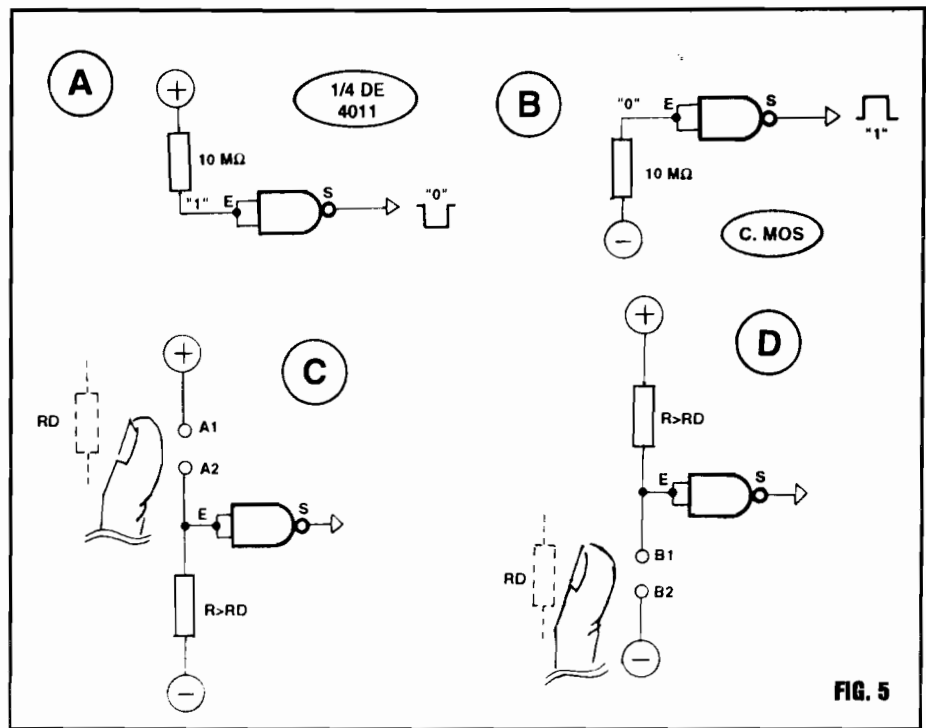

FIG. 5
- FIG. 5 - MAIS DADOS PRÁTICOS SOBRE OS VERSÁTEIS C.MOS - Um ponto que nunca deve ser esquecido (por isso mesmo repetimos tanto tal conceito...) é o que refere à super-elevada impedância de Entrada dos C.MOS, com o que a necessidade de Corrente para que elas "interpretem" corretamente os níveis ou "estados" digitais a elas aplicados, torna-se extremamente baixa... Como exemplo prático, observem o diagrama A da figura, onde juntamos as duas Entradas de um gate NAND (1/4 de 4011...) de modo a formar um bloco simples inversor (reveja a "Aula" passada, se já tiverem "esquecido"...). A Entrada E "verá" um nível "1" ou "alto", mesmo estando ligada ao positivo da alimentação através de um resistor de valor bastante elevado (no caso, 10M...). Mesmo a diminuta Corrente que "consegue atravessar" o resistor de 10M, no exemplo, é suficiente para determinar o desejado nível "alto" na referida Entrada, obtendo-se assim (pela ação inversora do bloco...) um nível "baixo" (ou "0"... ) na respectiva Saída... No item B da figura, temos um exemplo inverso, com a Entrada do gate perfeitamente "aceitando" um consistente nível "baixo", mesmo estando ligada à linha do negativo da alimentação via resistor de elevados 10 milhões de ohms... Na verdade, os requisitos de Corrente nas Entradas são tão "próximos de nada", que mesmo "enfileirando-se" - por exemplo - 10 resistores de 10M cada (maior valor comercial facilmente "encontrável"... ) perfazendo um "baita" resistor de 100M, e ligando-o esse super-valor resistivo conforme exemplificam os diagramas A ou B da figura, teríamos rigorosamente o mesmo comportamento e "aceitação" dos níveis digitais...! É justamente graças a essa extrema sensibilidade de Entrada, que os gates C.MOS são facilmente utilizáveis para aplicações de sensoramento direto do toque de um dedo para comandos diversos...! Observem os dois diagramas, nos itens C e D da figura... Novamente exemplificando a "coisa" com um simples inversor "feito" pela unificação das duas Entradas de um gate NAND (1/4 de 4011...), notem que bastará "encostar" um dedo nos contatos